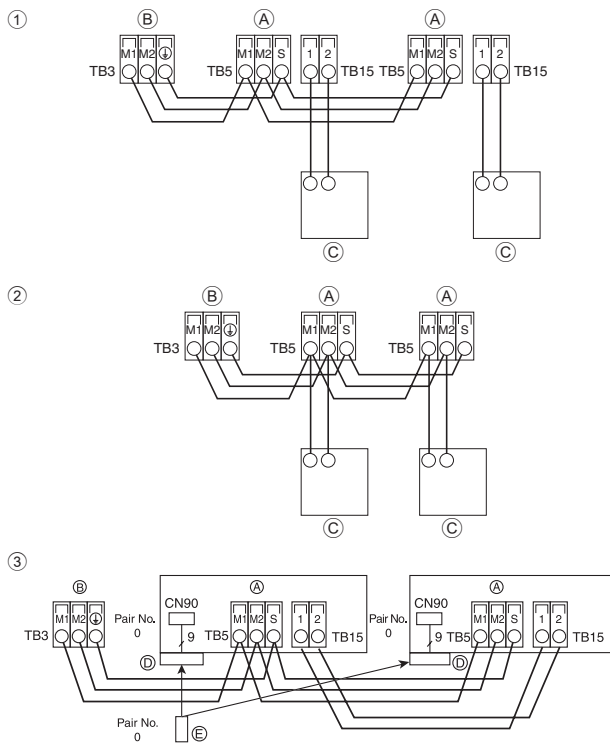
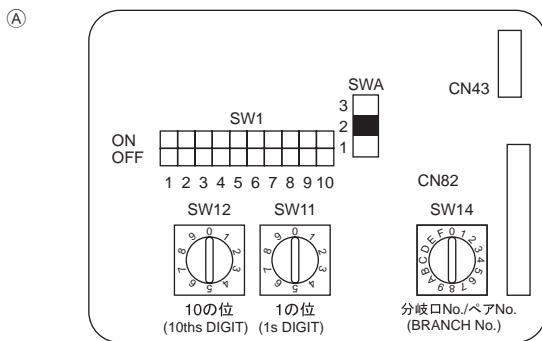

Рис. 6-3
Рис. 6-4
6.4. Подсоединение пульта дистанционного управления, кабелей передачи внутри и снаружи (Рис. 6-3)
- ① Пульт дистанционного управления "МА"
- ② Пульт дистанционного управления "M-NET"
- ③ Беспроводной пульт дистанционного управления (в случае установки приемника беспроводных сигналов)
6.5. Установка адресов (Рис. 6-4)